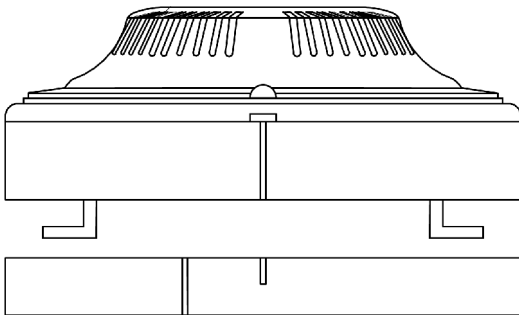

Bild 4
1. Setzen Sie den Sensor auf die Grundplatte. Durch die Markierungen an den Gehäuserändern kann die richtige Position bestimmt werden (siehe Bild 4).